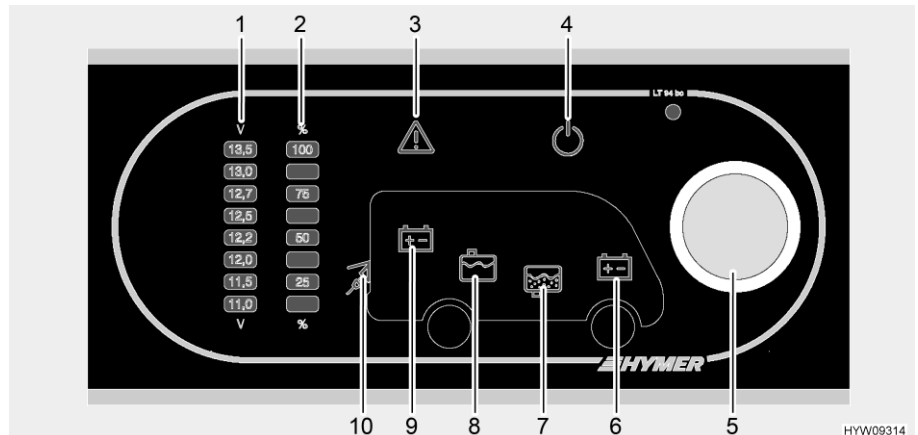

Bild 144 Panel (LT 94)
Med vridknappen (Bild 144,5) kopplas panelen och bodelens 12 V-försörjning till eller från.
- Tryck på vridknappen (Bild 144,5): 12 V-försörjningen för bodelen är påslagen. 12 V-kontrollampan (Bild 144,4) lyser.
- Tryck på vridknappen (Bild 144,5): 12 V-försörjningen för bodelen är avstängd. 12 V-kontrollampan (Bild 144,4) slocknar.
Med vridknappen (Bild 144,5) kan både spänningen av bodelsbatteriet och spänningen av startbatteriet avläsas. Spänningen visas på visarskalan för batterispänning (Bild 144,1).
- Vrid vridknappen (Bild 144,5) tills symbolen av batteriet som ska avläsas lyser.
Bodelsbatteriets spänning visas (Bild 144,9)
Startbatteriets spänning visas (Bild 144,6)
- Spänningen avläses på visarskalan batterispänning (Bild 144,1).
Med hjälp av vridknappen (Bild 144,5) kan såväl nivån i vattentanken som i avloppstanken avläsas. Nivån visas på visarskalan för tanknivån (Bild 144,2).
- Vrid vridknappen (Bild 144,5) tills symbolen av tanken vars nivå ska avläsas lyser.
Vattentankens nivå visas (Bild 144,8)
Avloppstankens nivå visas (Bild 144,7)
- Nivån visas på visarskalan för tanknivån (Bild 144,2).
Varningslampan alarm (Bild 144,3) blinkar, så snart som definierade gränsvärden överskrids eller underskrids.
Varningslampan alarm (Bild 144,3) blinkar, batteriets spänning är under 11 V. Om 12 V-försörjningen är påkopplad, lyser dessutom resp. batterisymbol upp (Bild 144,6 eller 9), och displayen "11,0" på visarskalan batterispänning (Bild 144,1) blinkar. Snart djupurladdning.
**Tanklarm** Varningslampan alarm (Bild 144,3) blinkar och resp. tanksymbol (Bild 144,7 eller 8) lyser upp, så snart som vattentanken eller avloppstanken är full.
230 V-kontrollampan (Bild 144,10) lyser när nätspänningen ligger på elblockets ingång.